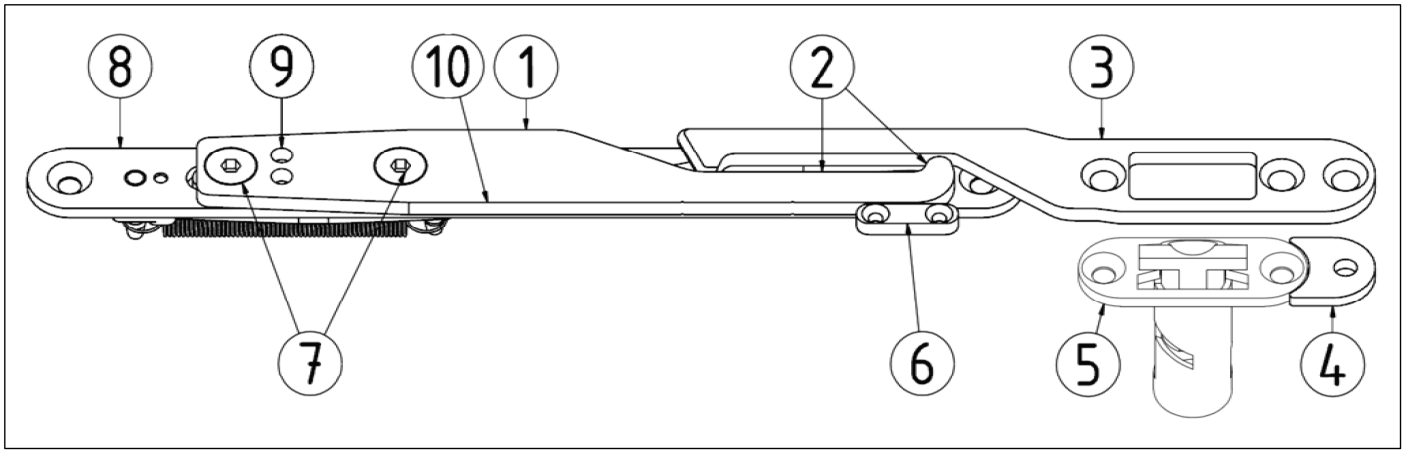

Bild 1
- Schmieren Sie alle Gleitflächen und alle Berührungsflächen der beiden Haken zueinander mit nichtharzendem Öl (z.B. Motoröl SAE 10W-40 oder SAE 20W-50), wie es in **Bild 1** dargestellt ist. Schmieren Sie die Gleitflächen **2** an denen sich der bewegliche Mitnehmerhaken **1** und der starre Mitnehmerhaken **3** berühren.